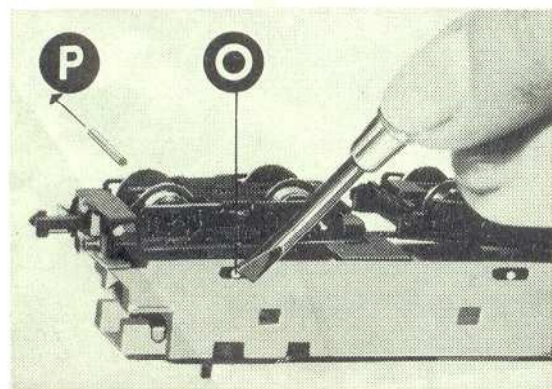

Abb. 2
### Drehgestelle abnehmen (Abb. 2)
Motorcap zoals boven omschreven afnemen en met schroevendraaier of puntig voorwerp lagerstiften (O) doordrukken (afb. 2) en zo nodig met pincet aan andere kant naar buiten trekken (P). Beide draaistellen kunnen dan naar onderen afgenomen worden. OPGELET: Draaistellen onderling niet verwisselen, daar anders de rijrichting omgekeerd wordt.